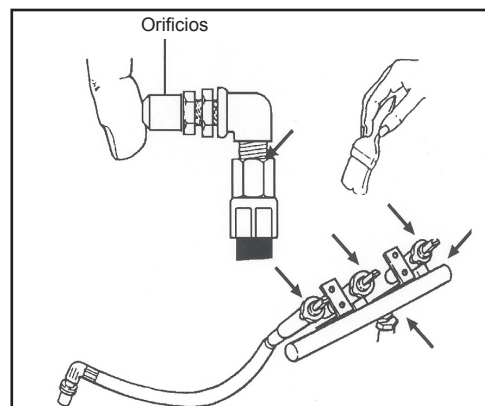

Fig. 3
5. Si su parrilla es equipado con un quemador al lado o quemador retraso (Fig. 3):
- b. Doble "LADO / RETRASO" control a "ARRIBA". (HI)